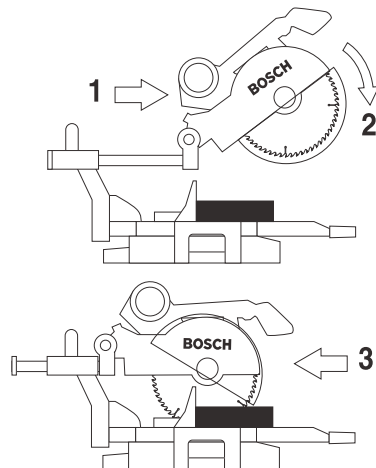

Figure 31. Coupe par glissement
3. Saisissez la poignée de l'interrupteur et tirez la tête en sens opposé au guide, jusqu'à ce que la lame dégage l'ouvrage ou jusqu'à son prolongement maximum si la lame ne peut dégager l'ouvrage (Figure 31).